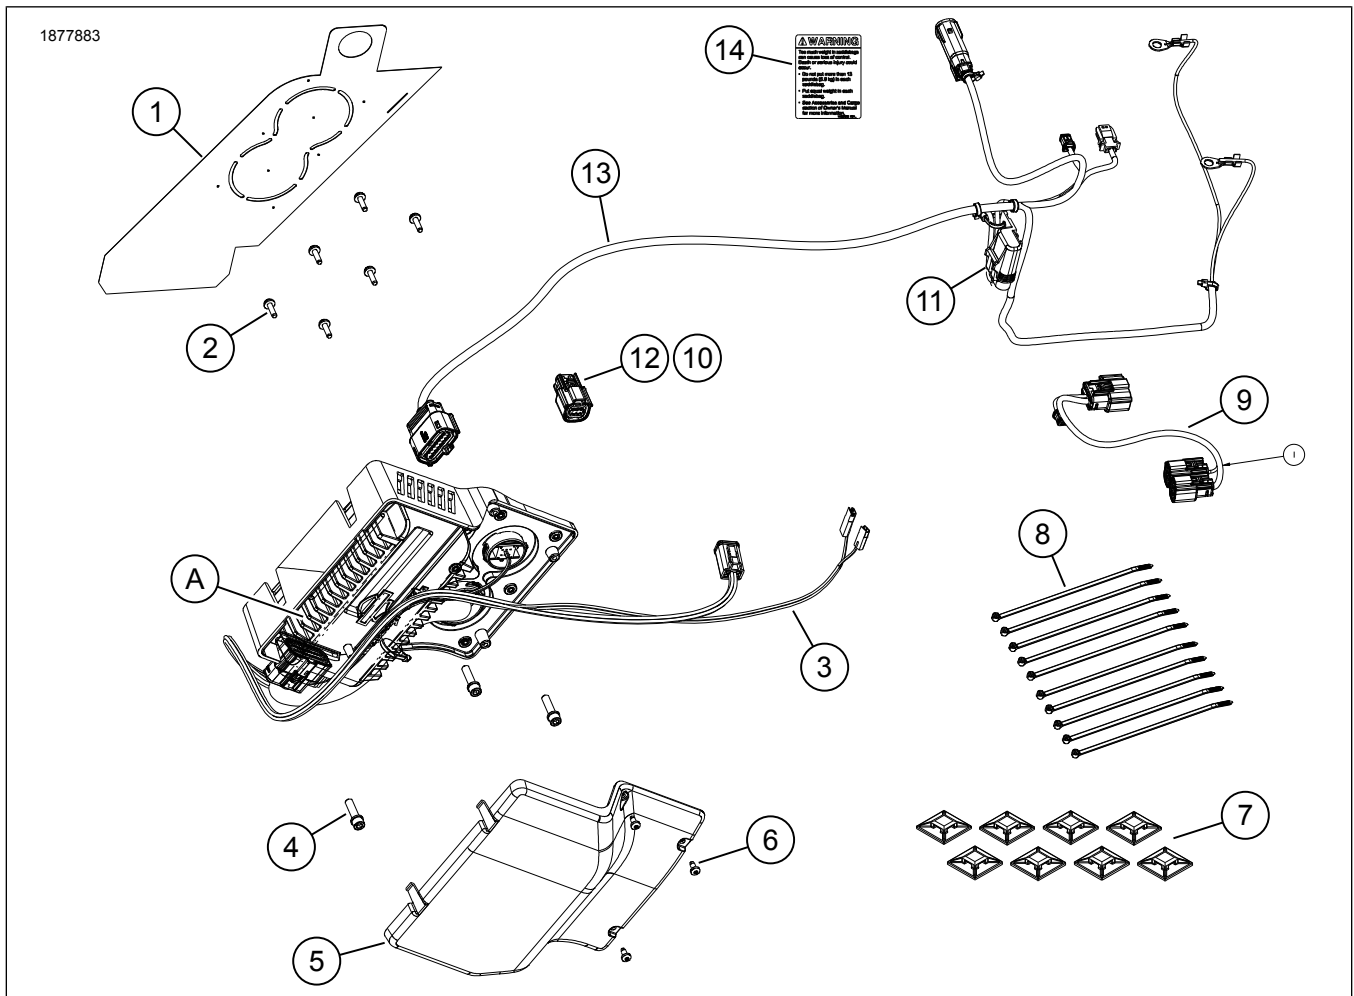

Figure 1. Contenu du kit : Ensemble d'installation d'amplificateur secondaire Harley-Davidson Audio Powered By Rockford Fosgate
3. Voir la Figure 1. Installez l'étiquette de capacité de la sacoche (14).